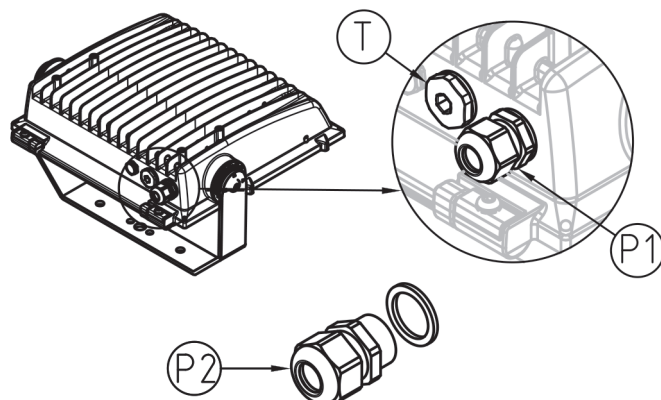

FIG. 16 NEXT 0 electrical wiring CL.1
- **NEXT 0 Branchement électrique CL. I** (voir **figure 16**);